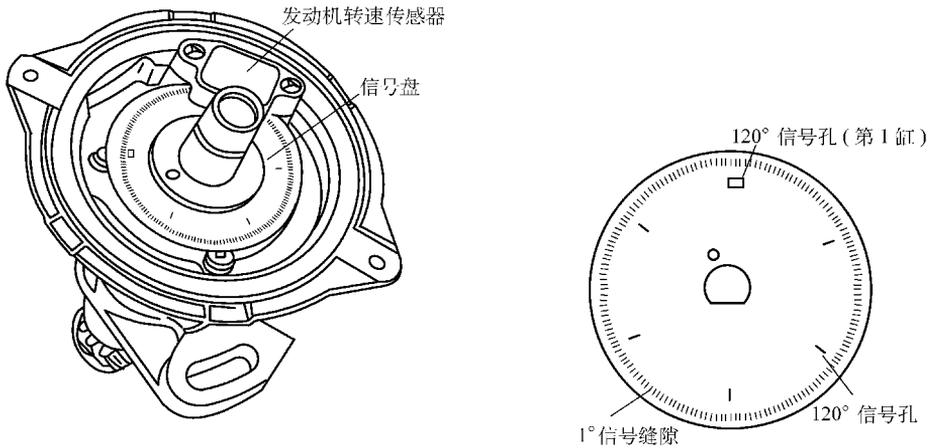

图 3-10 装在分电器内的光电式发动机转速传感器
2) 在凸轮轴位置传感器失效退出后, 装在分电器内的光电式发动机转速传感器可替代其工作。它由两只发光二极管和两只光敏二极管构成的信号发生器和遮光板(带缝隙和光孔的信号盘)组成。遮光板随分电器轴旋转, 遮光板外围均布 360 条缝隙, 孔与孔之间产生 1° 信号。这些缝隙为显示发动机转速的光孔, 发动机旋转两圈分电器旋转一圈, 1° 信号发生器输出 360 个脉冲, 每个脉冲高电位对应 1° , 低电位也对应 1° , 表征发动机一个工作循环, 曲轴转角 720° 。六缸发动机在信号盘内圆上间隔 60° 均匀分布 6 个光孔, 产生 120° 曲轴转角信号, 其中一个较宽的孔是产生第一缸上止点对应的 120° 信号缝隙。装在分电器内的光电式发动机转速传感器见图 3-10。